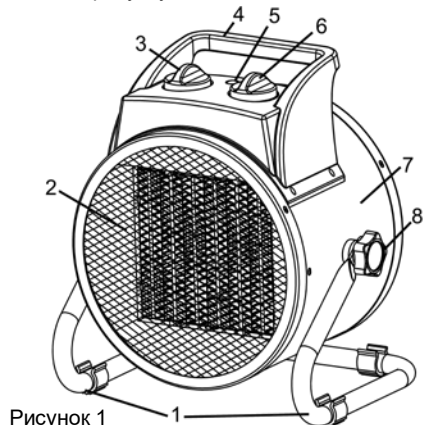

Рисунок 1
- Встановіть терморегулятор (6, рисунок 1) у положення «**MAX**».
- Встановіть 4-позиційний перемикач режимів (3) у положення . Вентилятор виробу при цьому почне одразу працювати, індикатор (5) почне світитися.
- Встановіть 4-позиційний перемикач режимів (3, рисунок 1) у положення «**I**».
- Поворотом рукоятки терморегулятора (6) у напрямку руху годинникової стрілки задайте підтримання необхідної температури в приміщенні. Вентилятор виробу при цьому почне одразу працювати, індикатор (5) почне світитися.
- Встановіть 4-позиційний перемикач режимів (3, рисунок 1) у положення «II».
- Якщо виріб працював у режимі вентиляції без підігрівання повітряного потоку, встановіть терморегулятор (6, рисунок 1) у положення «MIN». Витягніть штепсельну вилку з розетки.
- Якщо виріб працював у режимі вентиляції з підігріванням повітряного потоку, встановіть 4-позиційний перемикач режимів (3, рисунок 1) у положення  та дайте можливість виробу працювати протягом 40-60 секунд для охолодження нагрівального елемента. Після цього встановіть 4-позиційний перемикач режимів (3) у положення «O». Витягніть штепсельну вилку з розетки.